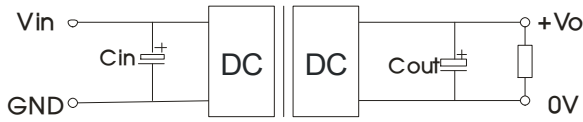

图2
①Ctrl 控制引脚的电压是相对于输入引脚 GND;
②纹波和噪声的测试方法采用靠测法, 推荐外围电路参考图 2;
③本系列产品采用降频技术, 开关频率值为满载时测试值, 当负载降低到 50%以下时, 开关频率随负载的减小而降低;
④引脚耐焊接温度非烙铁实际设定温度, 为良好焊接焊点所需的温度。客户实际设定温度需根据 PCB 厚度、覆铜大小差异, 烙铁功率、烙铁头选择不同综合设定。
①所有该系列的DC/DC转换器在出厂前，都是按照（图2）推荐的测试电路进行测试。
②若要求进一步减少输入输出纹波，可将输入输出外接电容 C_{in} 、 C_{out} 加大或选用串联等效阻抗值小的电容，但容值不能大于该产品的最大容性负载。